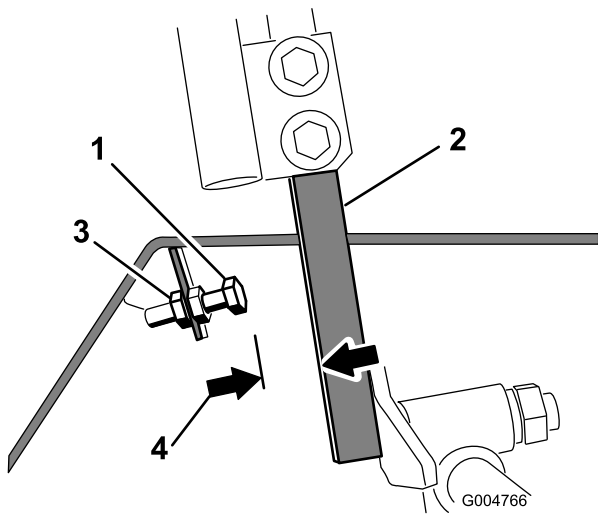

Figure 82
- Desserrez l'écrou de blocage sur le boulon d'arrêt de l'un des leviers de commande (Figure 82).